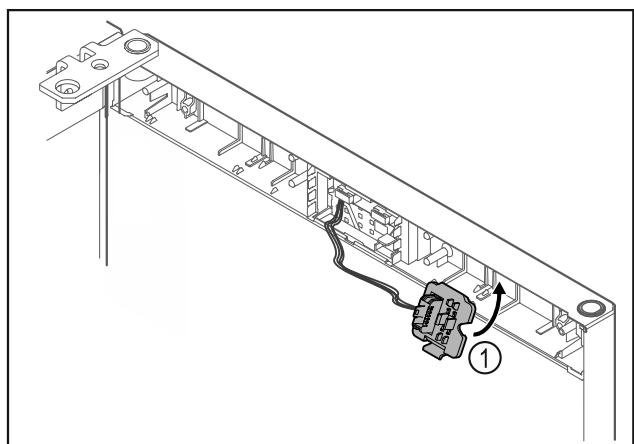

Fig. 18
- Установите и зафиксируйте держатель штекера *Fig. 18 (1)* на противоположной стороне.